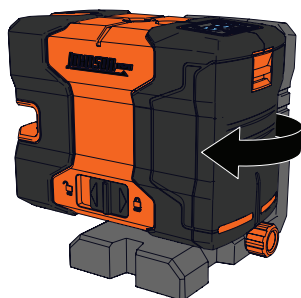
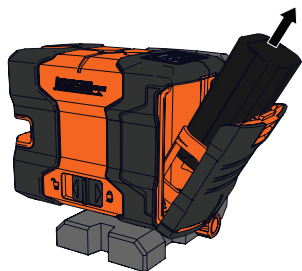

Figura 3
Figura 5
1. Si se inserta una batería de iones de litio en la unidad, abra el compartimiento de la batería. (Figura 3 - Figura 5)
(Figura 3)
(Figura 5)